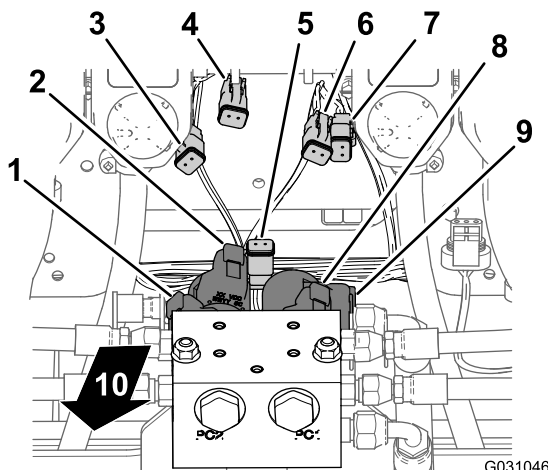
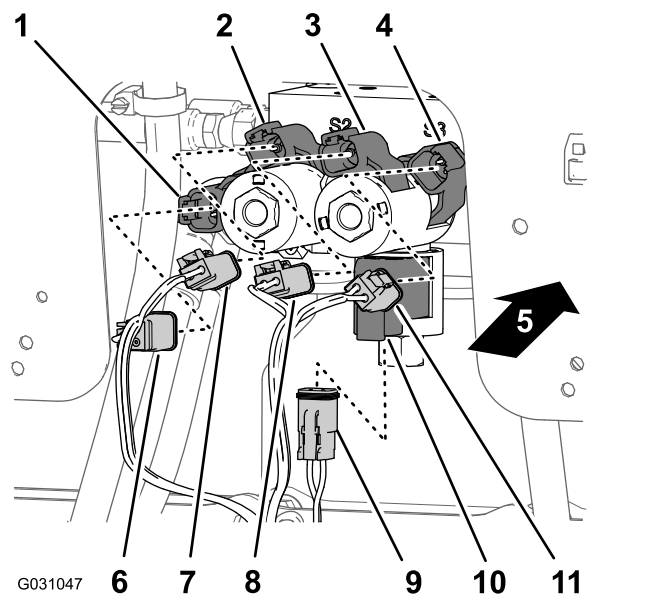

Figura 131
Figura 132
1. En la parte inferior del distribuidor de los cilindros de elevación, conecte el conector hembra de 2 vías del arnés de cables etiquetado **Enable Solenoid** (Solenoid de activación) al conector de 2 pines del solenoide de activación (Figura 131 y Figura 132).
2. En el solenoide de bajada derecho, conecte el conector hembra de 2 vías del arnés de cables trasero etiquetado **Right Down** al conector de 2 pines del solenoide de bajada derecho (Figura 131 y Figura 132).
3. En el solenoide de subida derecha, conecte el conector hembra de 2 vías del arnés de cables trasero etiquetado **Right Up** al conector de 2 pines del solenoide de subida derecha (Figura 131 y Figura 132).
- En el solenoide de bajada izquierdo, conecte el conector hembra de 2 vías del arnés de cables trasero etiquetado **Left Down** al conector de 2 pines del solenoide de bajada izquierdo (Figura 131 y Figura 132).